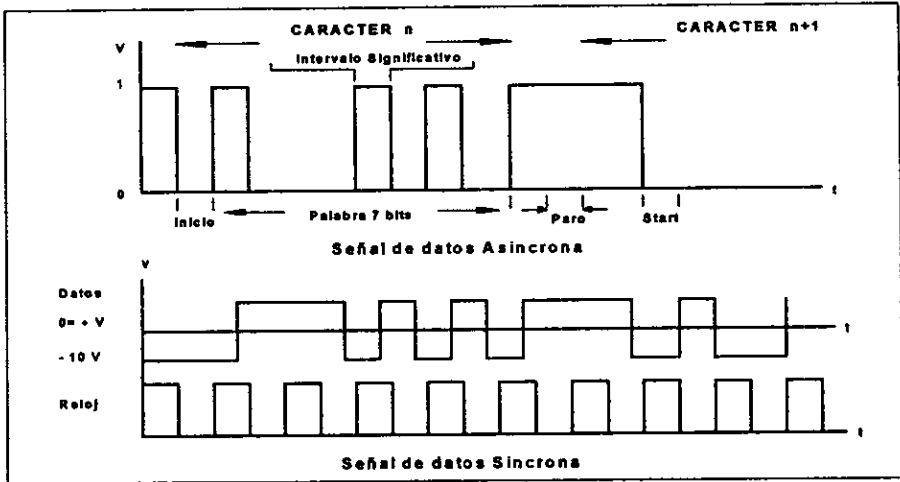

Figura 8.6 Ilustración de los dos tipos de transmisión de datos.
**Transmisión Sincrona.** Aquí se detecta cuando y en que momento le llega la información a la terminal y no necesita de otro elemento para detectarlo (ver Figura 8.6). En este tipo de transmisión la manera de identificar cada bit de los bloques, es transmitiendo una señal de reloj junto con los datos para identificar cada bit. Es necesario que el transmisor y el receptor tengan una base de tiempo en común, para que en cualquier tiempo identifiquen correctamente el bit que corresponda, en otras palabras tiene que haber sincronismo entre el transmisor y receptor. Maneja cadenas de caracteres con intervalos arbitrarios entre ellos, no hay bit de inicio, parada y paridad, solamente los bits que suelen añadirse al final del bloque para la detección de errores. Tiene mayor demanda de velocidad (arriba de 2400 bps), eficiencia en las transmisiones vía módem. El uso del mismo reloj es para el fin de interpretar correctamente la información, que se envía a una velocidad fija y por lo tanto más eficiente. Su diferencia con la asincrónica está en la existencia de dos señales (Tx y Rx) en el módem, estas señales mantienen la sincronía entre el interfaz de la computadora y el módem.